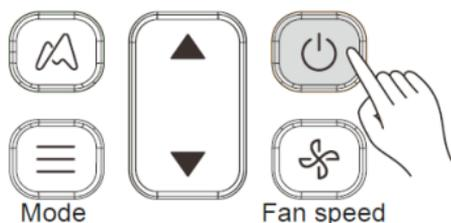

Abbildung 3.3
1) Drücken Sie  (siehe Abbildung 3.3), das Innengerät schaltet sich ein.